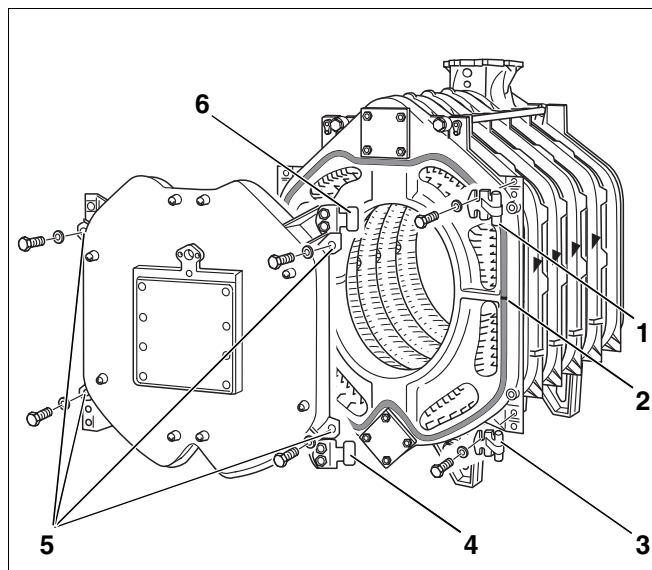

Fig. 28
Fra fabrikken er de to hængseløjer (Fig. 28, **pos. 4 og 6**) monteret på højre side af brænderdøren. Hvis døren ønskes monteret venstrehængt, skal hængseløjerne flyttes over på venstre side af brænderdøren.
- Skru hængseltappene (Fig. 28, **pos. 1 og 3**) på det forreste element med hver 2 sekskantskruer M 12 x 50. Fig. 28 viser døren højrehængt. Med venstrehængt dør skal hængseltappene monteres på venstre side.
- Fastklæb GP-snoen, \varnothing 18 mm, i forelementet med Silastik-klæber. Samlingen i tætningssnoen skal være placeret på siden. (Fig. 28, **pos. 2**).
- Luk brænderdøren, og skru den fast med fire sekskantskruer (M16 x 140) i de viste positioner (Fig. 28, **pos. 5**). Krydsspænd sekskantskruerne ensartet.